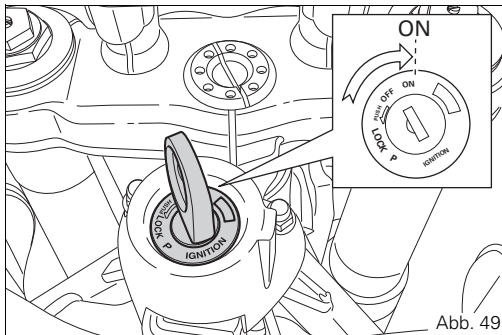

Abb. 49
- 1) Den Zündschalter auf in die Position **ON** (Abb. 49) bringen. Überprüfen, dass die grüne Kontrollleuchte **N** (8, Abb. 4) und die rote Kontrollleuchte  (7, Abb. 4) am Cockpit aufleuchten.